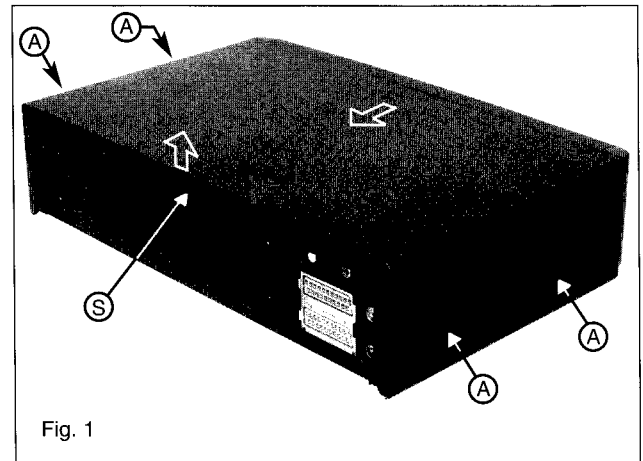

Fig. 1
1. Gehäusedeckel (Fig. 1)
- Die vier Schrauben (A) herausschrauben.
- Den Schnapphaken (S) nach innen drücken und durch gleichzeitiges Anheben des Deckels diesen aus der Rinne heben.